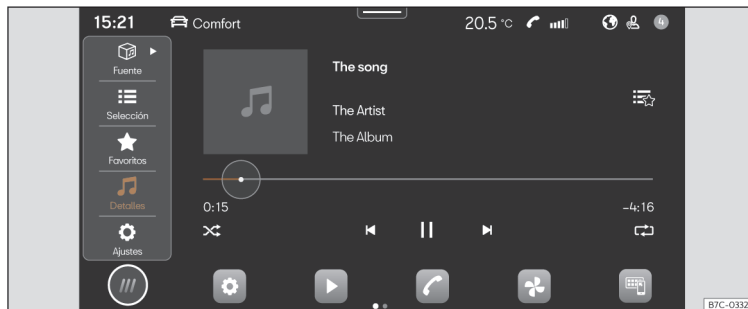

Fig. 153 Representación esquemática: Vista Multimedia.
- Pulse **HOME** > ► >>> **fig. 153**.
- Pulse **HOME** > ► ► >>> **fig. 153**.